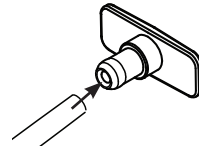

Figura 9
- Drene su Opal. (Consulte las instrucciones de drenaje en la página 7) • Desconecte el tanque lateral si está presente. • Cuando toda el agua se haya drenado, vuelva a colocar el tapón en el tubo. (Figura 9).
6. Una vez finalizado el enjuague, vuelva a conectar el tubo de drenaje al tapón de drenaje (Figura 9), y si dispone de un depósito lateral, vuelva a conectar el tubo del depósito lateral a la base del Side Tank (Figura 4).